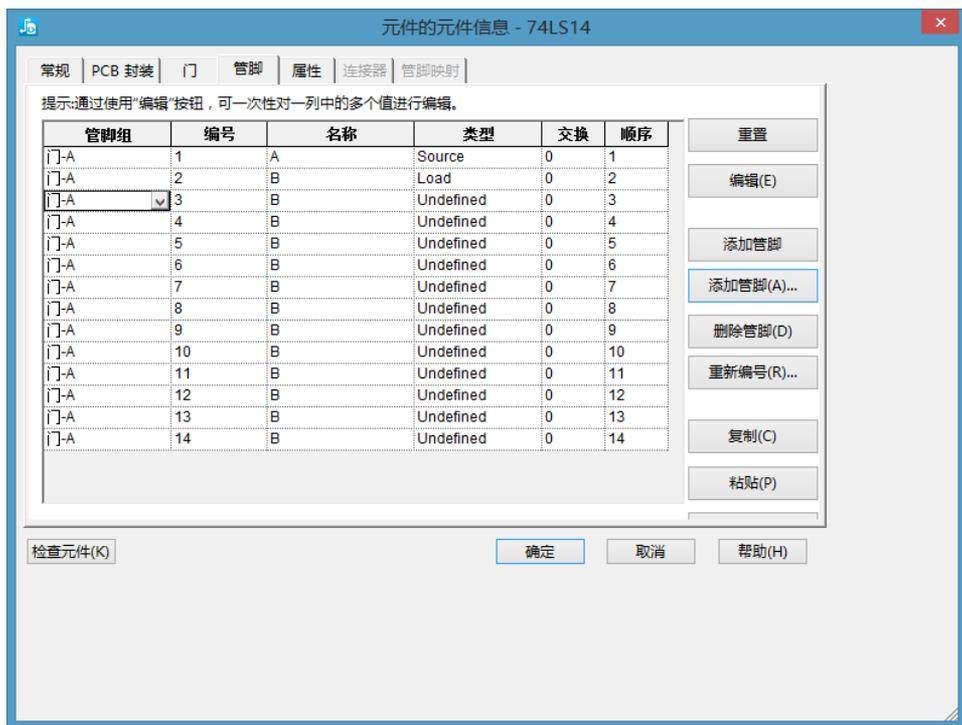
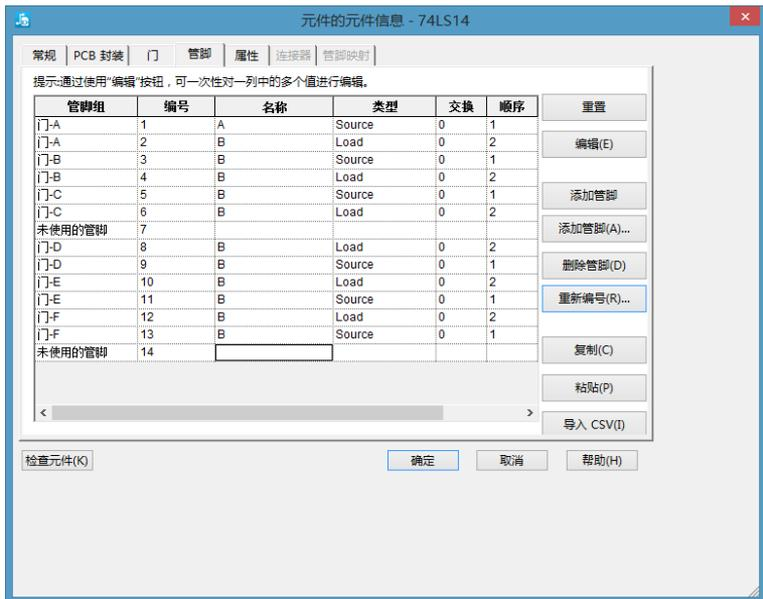

图 5-43 分配管脚对话框
图 5-44 设置了所有逻辑门管脚
(1) 单击“管脚”选项卡，进入分配管脚对话框，如图 5-43 所示。
(2) 单击“添加管脚”按钮，添加所需要的所有引脚，如本实例需要添加 3~14 号引脚，如图 5-43 所示。当然也可以单击“添加管脚(A)”按钮，在弹出的对话框中设置需要添加的引脚数量，然后系统可以自动添加所需数量的引脚。如果需要删除引脚，则可以选择需要删除的引脚，然后单击“删除管脚”按钮即可。
(3) 在需要设置的引脚对应的“管脚组”列的下拉列表框中选择该引脚所属的逻辑门，如引脚 3 所属的逻辑门为 B。同理，可以分配所有的引脚给相应的逻辑门。引脚分配需要参考相关元件的数据手册。
(4) 双击引脚对应的“类型”列，可以从下拉列表框中选择引脚类型。例如，设置引脚 3 为“Source”(源)，引脚 4 为“Load”(负载)。同理，可以为所有逻辑门引脚设置引脚类型。
(5) 如果需要调整引脚的顺序，则可以选中一个引脚，然后在“顺序”列对应的位置，单击“上”或“下”按钮，设置引脚的顺序。例如，引脚 8 和引脚 9，引脚 9 的逻辑门顺序号为 1，而引脚 8 的逻辑门顺序号为 2。
(6) 重复上述的操作，完成所有逻辑门的设置。如图 5-44 所示，即为设置了所有逻辑门管脚的结果。
如图 5-44 所示，最后剩下引脚 7 和 14 还没有被分配，这两条引脚是电源和地信号。下面讲述如何设置电源引脚。